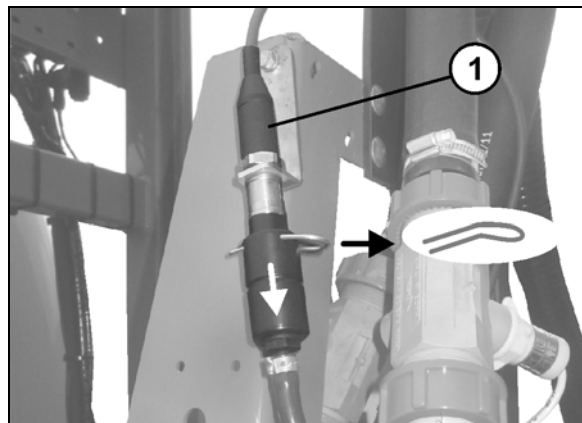

Fig. 145
21. **Timonerie Super-S:** Evacuați apa din senzorul de presiune prin decuplarea furtunului de la senzorul de presiune (Fig. 145/1).